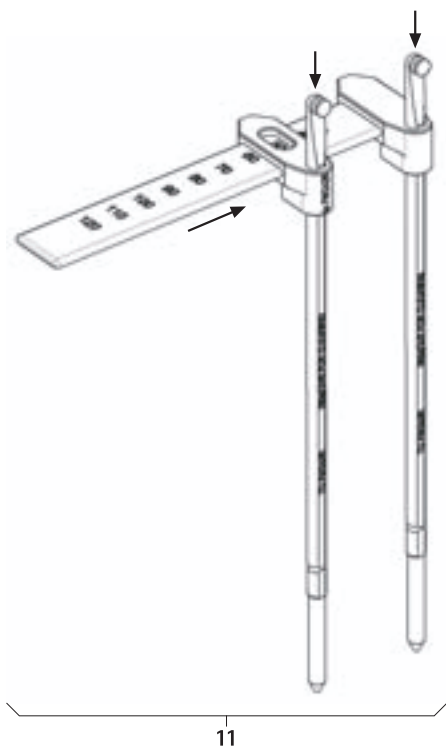

Fig. 17
- Monter l'instrument de mesure de longueur de tige 11, voir Fig. 17.